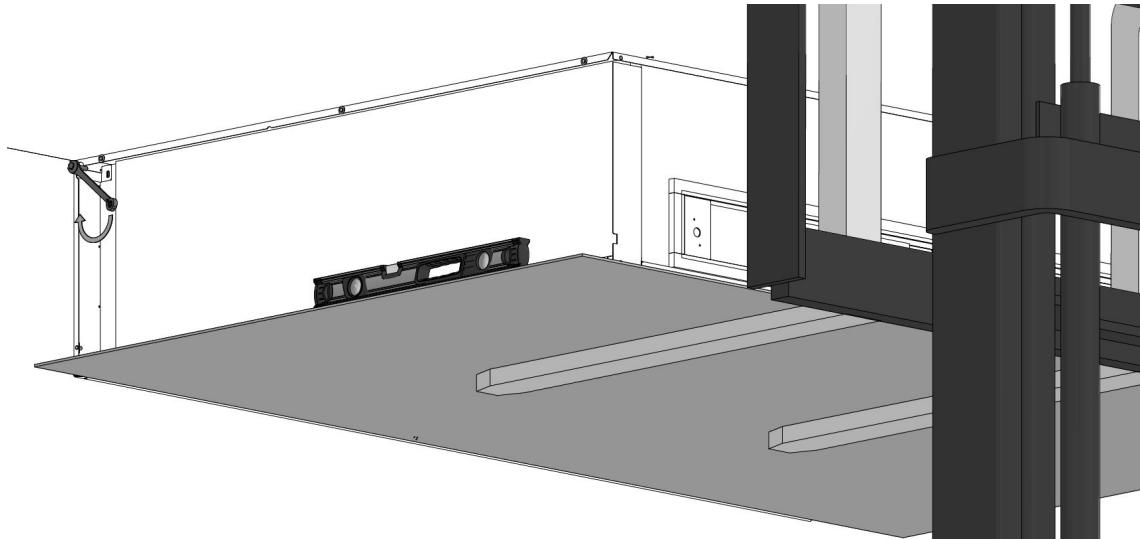
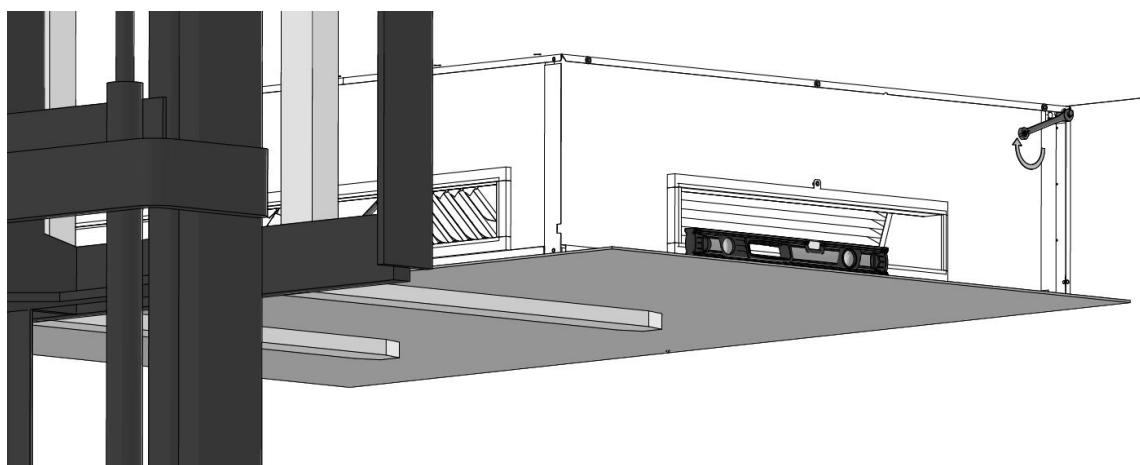

Abbildung 19: Befestigen Sie das Gerät an der Halterung auf der linken Seite
Abbildung 20: Befestigen Sie das Gerät an der Halterung auf der rechten Seite
4. Befestigen Sie das Gerät mit den großen Schrauben, die Sie bei der Demontage aufbewahrt haben, auf beiden Seiten an der Halterung, siehe Abbildung 19 und Abbildung 20 unten.